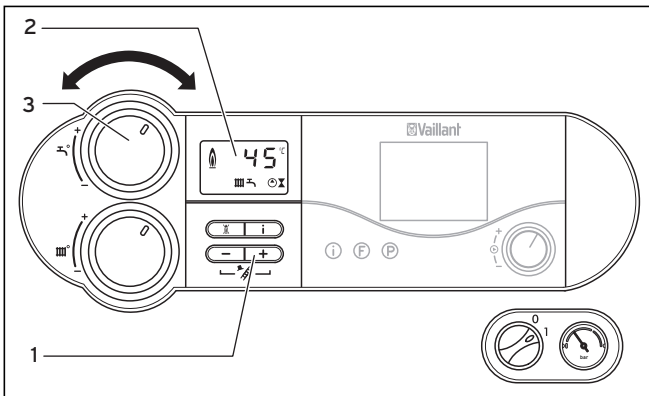

Fig. 4.6 Innstilling av beredertemperatur
Hvis innstilt tanktemperatur underskrides, går apparatet automatisk i drift og ettervarmer varmtvannstanken. Under tankfyllingen blinker i display **(2)** indikeringen **C**, se fig. 4.6.
- Drei dreieknappen **(3)** til venstre endestilling for å stille varmtvannstemperaturen, se fig. 4.6. Solarfunksjonen deaktiveres, en frostsikringen forblir aktivert.